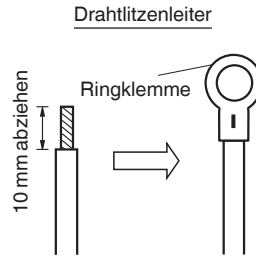
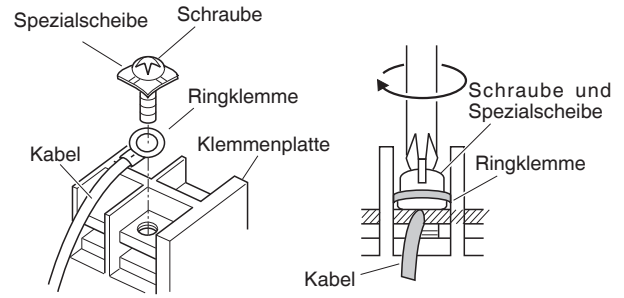

Abb. 4-7
Abb. 4-8
- (1) Das Ende des Kabels mit einem Seitenschneider abtrennen, dann die Isolierung abziehen, um ungefähr 10 mm der Litze freizulegen; danach die Enden der Litze verdrehen. (Abb. 4-7)
- (2) Unter Verwendung eines Kreuzschlitz-Schraubendrehers die Klemmschraube(n) von der Klemmenplatte herausdrehen.
- (3) Mit Hilfe eines Ringklemmen-Werkzeugs oder einer Klemmenzange die Ringklemme fest an jedem freigelegten Kabelende anbringen.
- (4) Die Ringklemme aufschieben, dann die vorher abgenommene Klemmschraube mit dem Schraubendreher wieder festziehen. (Abb. 4-8)